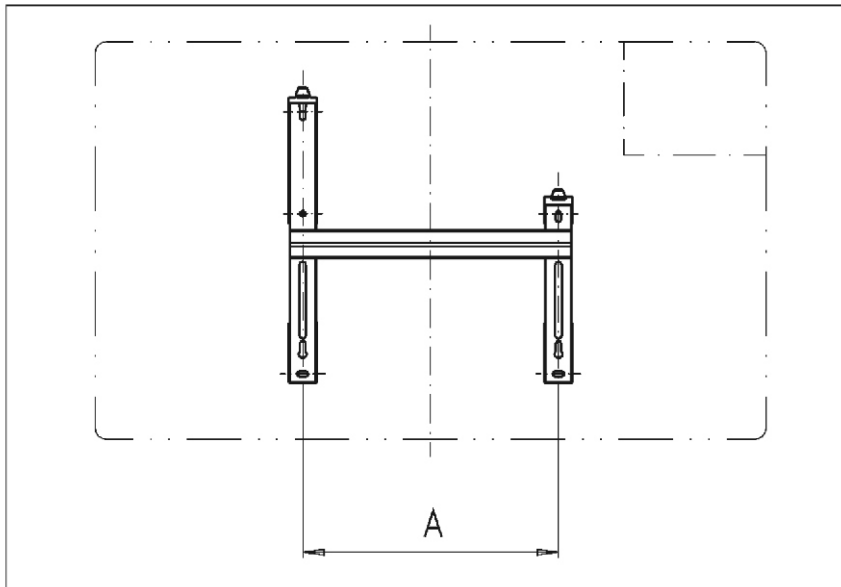
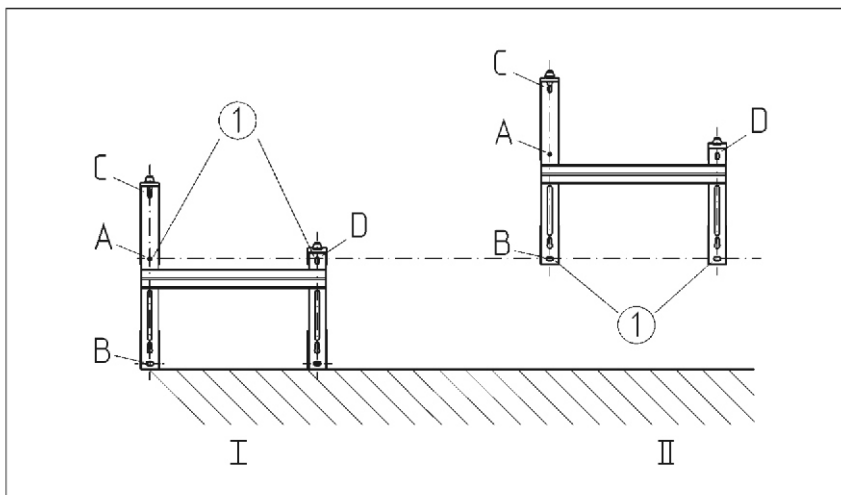

Рис. 4
Рис. 5
Настенный кронштейн ориентирован по центру прибора (см. рис. 4 и табл. 1). Он может служить в качестве шаблона для крепления (рис. 5). Поставьте несущую раму на пол и отметьте нижние отверстия для сверления (1), которые совпадают с отверстиями A и D (рис. 5, I). Затем поднимите настенный кронштейн таким образом, чтобы отверстия B в нем совпадали с только что отмеченными точками (1).